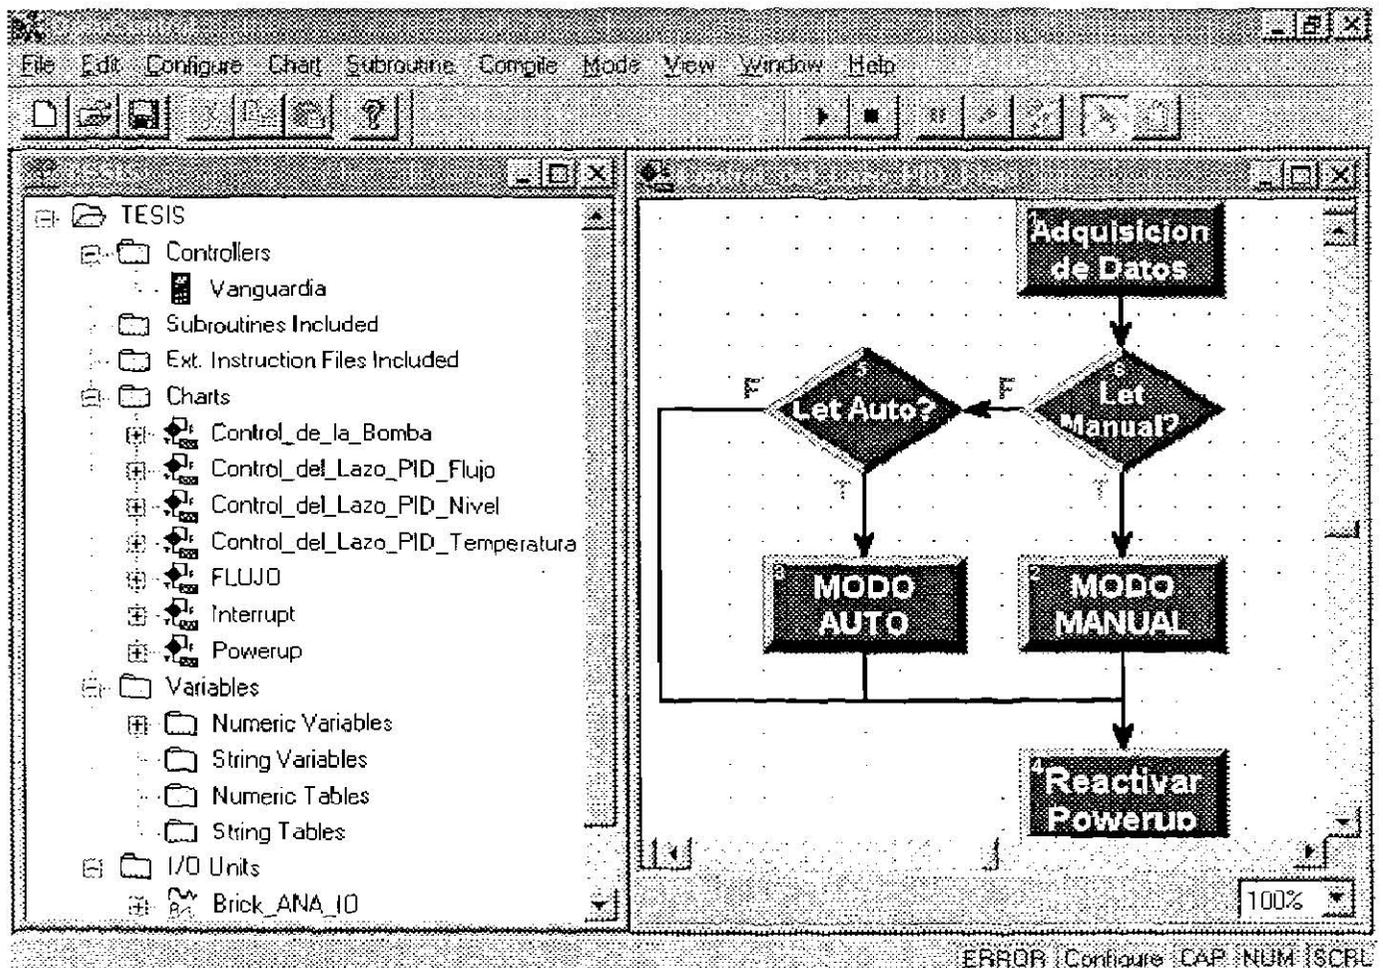

Fig. 5.8.1. Pantalla de Arranque de la Estrategia de Control.
- ♦ Arrancar el **OptoControl**, seleccionar de la barra del menú principal la instrucción **Mode** y en seguida **Debug** y aparecerá la pantalla presentada a continuación en la Fig. 5.8.1.